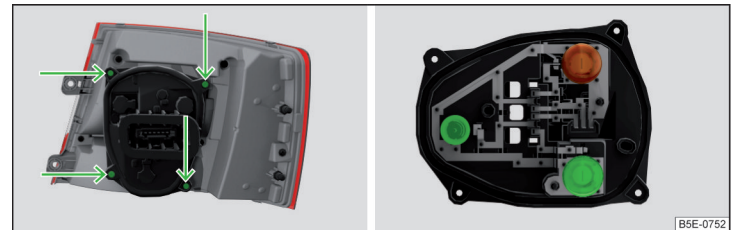

Abb. 363 Äußerer Teil der Leuchte / Halter mit Glühlampen
- Den Lampenhalter » Abb. 363 mit dem Schraubendreher aus dem Bordwerkzeug abschrauben und den Lampenhalter aus der Leuchte herausnehmen.